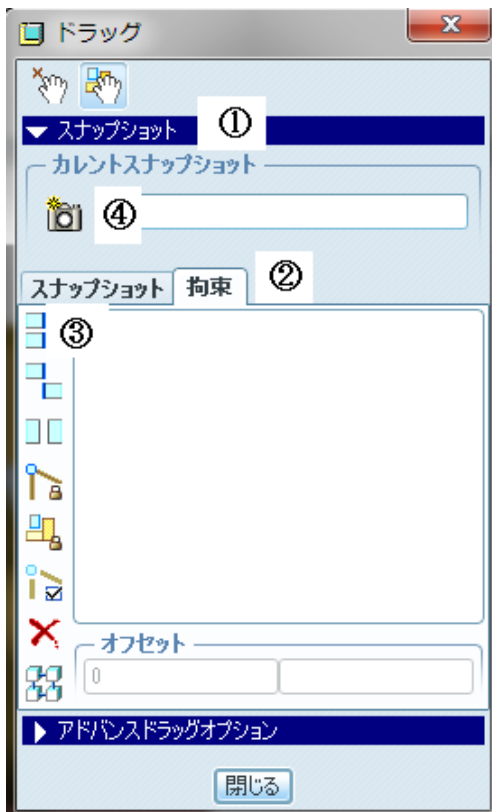
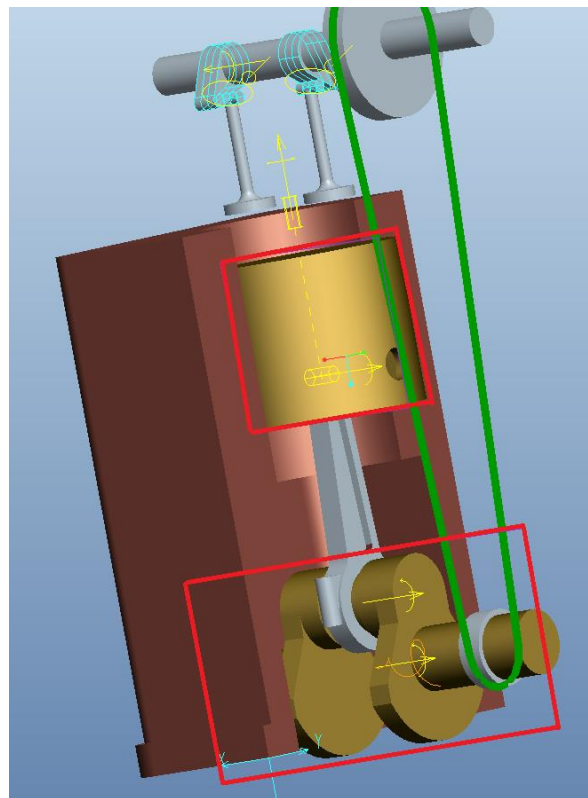

図 31 初期位置の設定
図 32 一致指定された二つの平面
「構成部品をドラッグ」ボタン  をクリックする。クランクシャフトを回転させピストンがほぼ真上（上死点）にあるように調整する。次にダイアログボックス内の「スナップショット」をクリック（図 31 の①部）するとダイアログボックスが拡張する。に拡張されたダイアログボックスの「拘束」タブをクリックする（図 31 の②部）。現れたアイコンの中より「二つのエンティティを整列」アイコン  をクリックする（図 31 の③部）。続けて crank shaft の RIGHT 面と piston の RIGHT 面をクリックする（図 32 の赤で囲まれた平面）。二つの面が一致するように部品が再配置され、ピストンが最上部の位置となる。初期状態によっては最下部となることもある。これはボタンが押された時の部品の位置関係により、移動が少ない方が選択される。最下部に配置された場合もそのまま作業を続けて
次にカメラのアイコンをクリックすると（図 31 の④部）初期状態としてその位置が記録される。